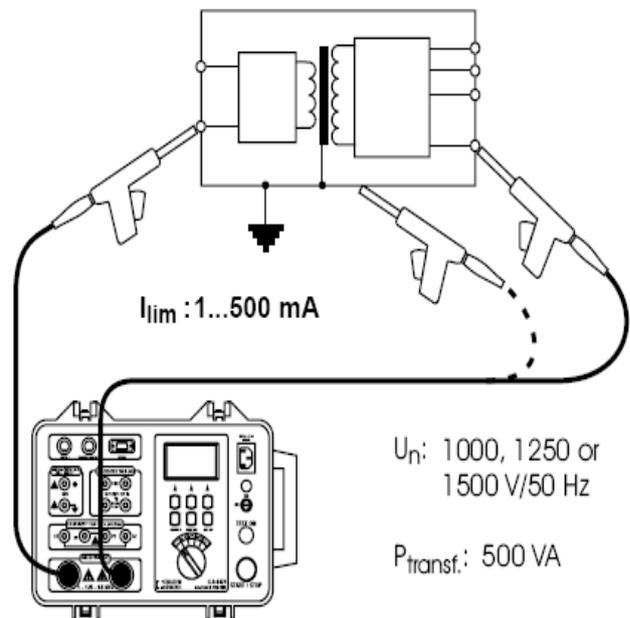

图 8. 检测探针的连接
3. 如图 8 所示, 将检测探针 (检测枪) 连接待检测的仪器。